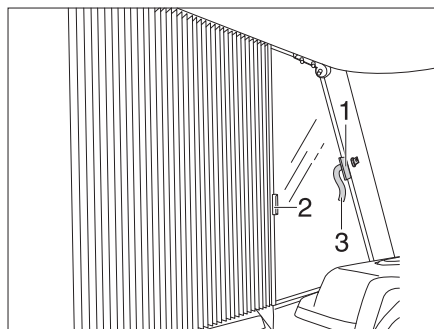

Fig. 9 Fixer le dispositif occultant plissé pour la fenêtre côté conducteur/passager
- Pousser les dispositifs occultants plissés pour les fenêtres côté conducteur et passager en dessous des recouvrements avec les poignées (Fig. 9,2) et les fixer avec les boucles de fermeture Velcro (Fig. 9,1 et Fig. 9,3). Le dispositif occultant plissé est bloqué.